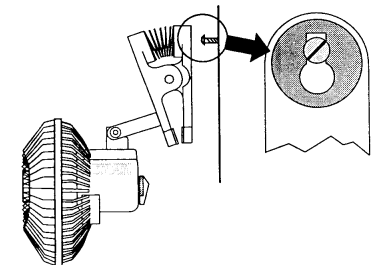

Figura 2
4. MONTAJE EN PARED: Instale un tornillo (uno para madera #8 x 3/4" o uno equivalente. No está incluido) en la pared y cuelgue el montaje de las mordazas del tornillo. (Figura 2)